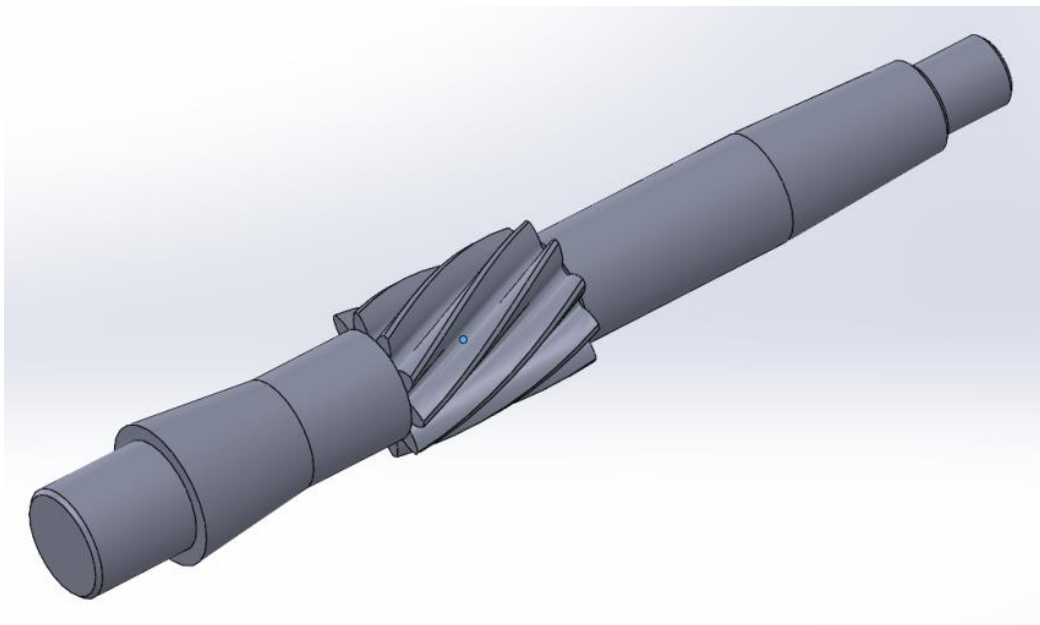

Рисунок 4.1– Перша деталь збірки
4. Початок координат першої деталі зв'язується із центром координат збірки (рис. 4.1).